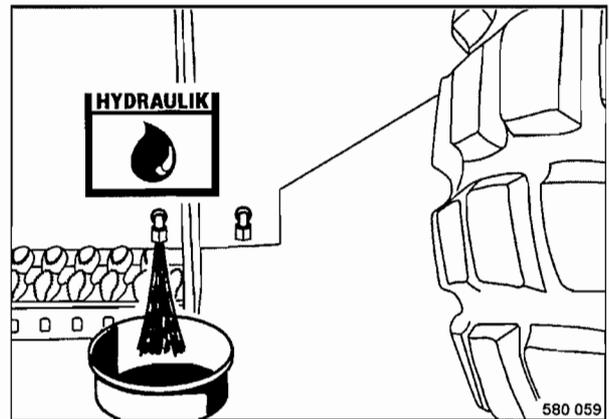

Fig. 97
- Desenroscar el tapón de cierre (Fig. 97) y descargar el aceite hidráulico por completo.
- Comprobar la junta anular (1), sustituirla si fuese necesario, y volver a enroscar el tornillo de cierre fijamente.